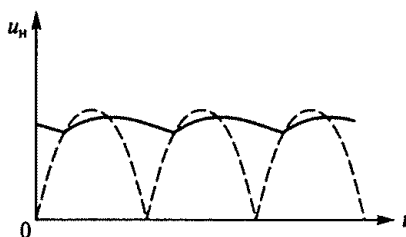

Рис. 197
8.6. Какому выпрямительному устройству с фильтром соответствует приведенная на рис. 197 зависимость выпрямленного напряжения от времени?